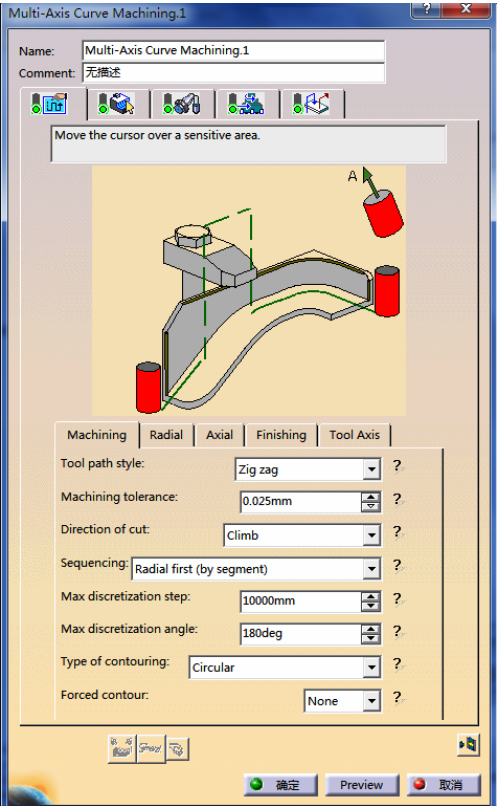

图 7-122 “Machining” 选项卡 (6)
● 在“Machining”选项卡 (6) 的“Machining tolerance”文本框中输入“0.025mm”，如图 7-122 所示。